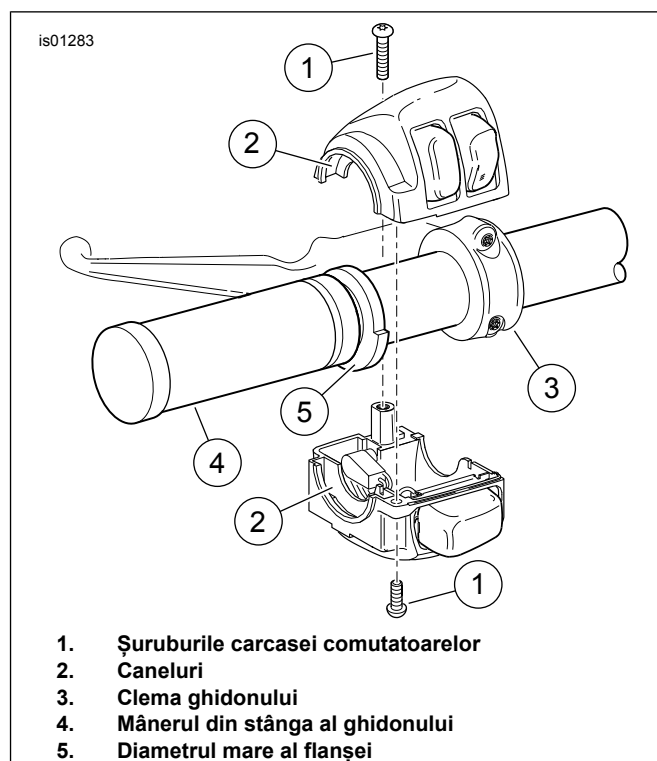

Figura 4. Carcasa comutatoarelor de pe ghidonul din stânga
3. Consultați Figura 4 . Plasați mânerul încălzit din partea stângă (4) astfel încât partea diametrală mai mare a flanșei (5) să fie în jos. Împingeți mânerul complet pe ghidon.
4. Poziționați carcasa comutatoarelor de jos sub mâner, astfel încât canelurile (2) de pe exteriorul carcasei comutatoarelor să se potrivească peste flanșa de la capătul mânerului.
14. Consultați Figura 4 , care afișează montarea similară a comutatorului din partea stângă. Poziționați carcasa comutatoarelor de jos sub mâner, astfel încât canelurile (2) de pe exteriorul carcasei comutatoarelor să se potrivească peste flanșa de la capătul mânerului.